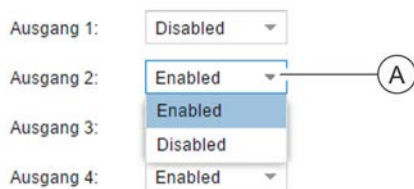

Abb. 136: Ausgang aktivieren/deaktivieren
2. ➔ Im Auswahlfeld (Abb. 136/Ⓐ) den Wert auf „Enabled“ (für die Aktivierung) bzw. „Disabled“ (für die Deaktivierung) setzen.